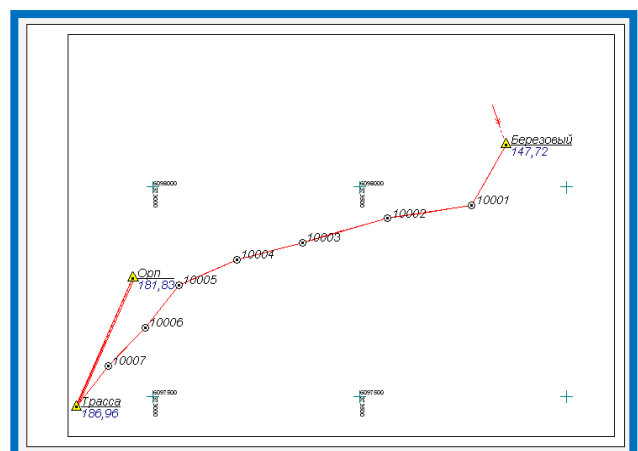

Рисунок 45 – вставка в чертеж графической информации
4. Командой **Вставка чертежа** -  вставляем в загруженный чертеж графическую информацию (Рис.45).